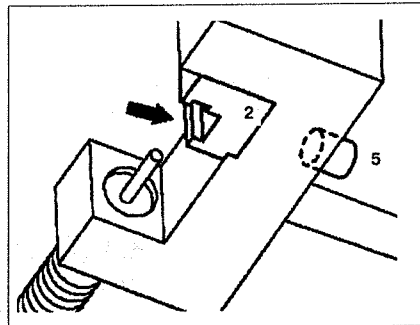

Рис. 2.87. Установите сжимающий элемент 2 в тиски (стрелка) и закрепите ее винтом 5.
6. Установите сжимающий элемент 2 в тиски (стрелка) и закрепите ее винтом 5 (см.рис.2.87).